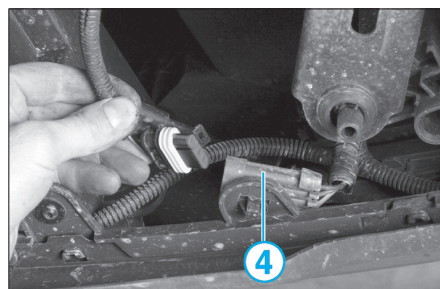

FIG. 42
- Débrancher le connecteur (4) des projecteurs anti-brouillard qui se trouve à gauche du radiateur de refroidissement (Fig.42).